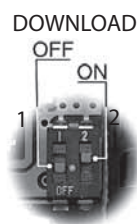

Fig. 2.i
- chargement sur la clé des paramètres d'un contrôle (UPLOAD - Fig. 2.h);